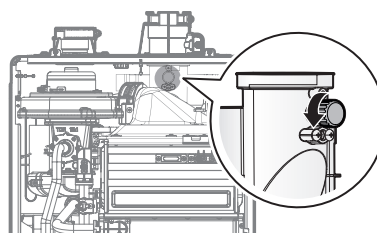

Figure 7
- a. Ouvrez le couvercle du port de surveillance des émissions, comme illustré à la figure 7.